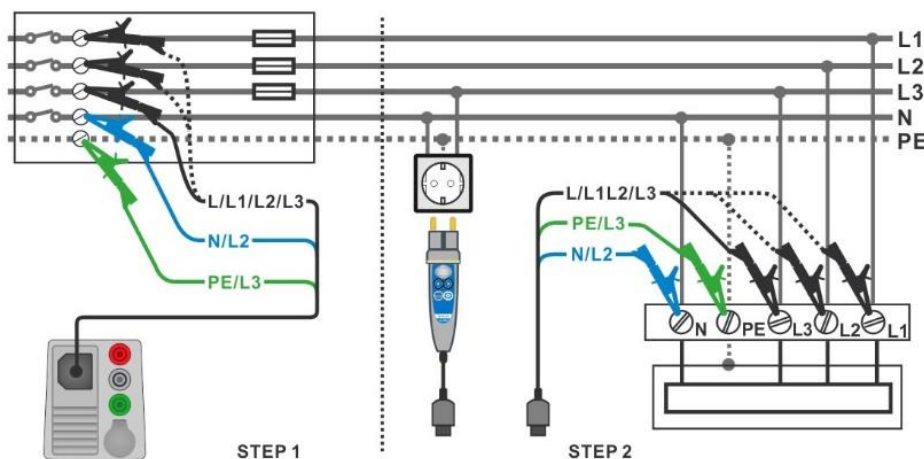

Fig. 4.64: Voltage drop måling – Forbindelse med Plug commander og 3-leder testledninger
- › Forbind 3-leder testledninger til tavlen I den elektriske installation, se **Fig. 4.64**.
- › Forbind 3-leder testledningerne eller Plug commander til test punkterne, se **Fig. 4.64**